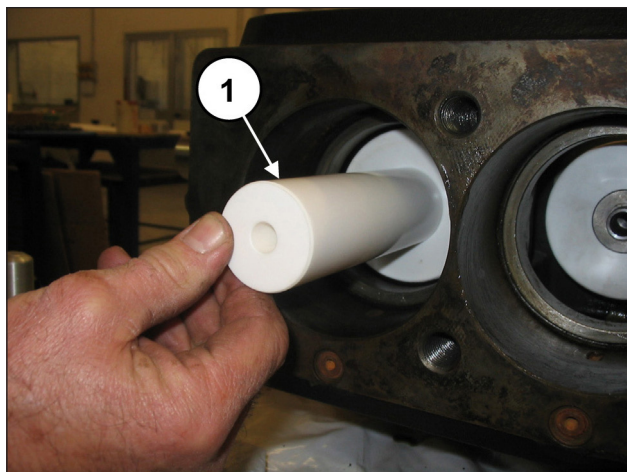
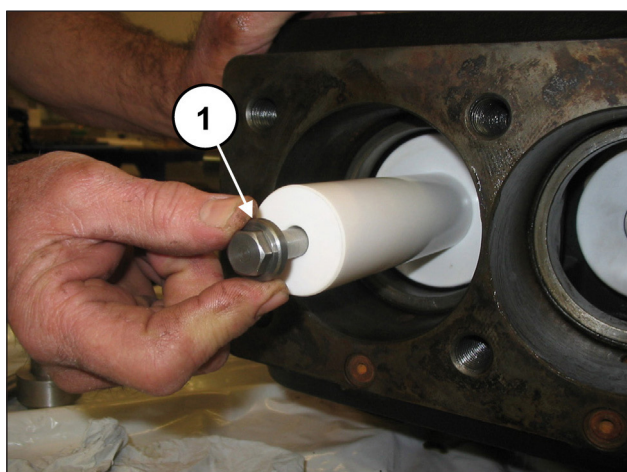

Fig. 165
Fig. 166
Monter les pistons dans leur guides respectifs (rep. ①, Fig. 165) et les fixer comme indiqué rep. ①, Fig. 166.